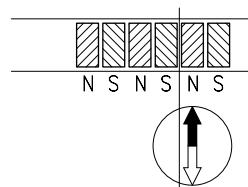

Abb. 10: Ermittlung der Polarität. Trennung des Magnetbandes.
E6: Anschluss mit Stiftkontakt und Buchsenkontakt. Steckermontage entsprechend Abb. 10.
- Wenn erforderlich mit Kompaßnadel kontrollieren, wo sich die Pole am Magnetband befinden (Abb. 10).